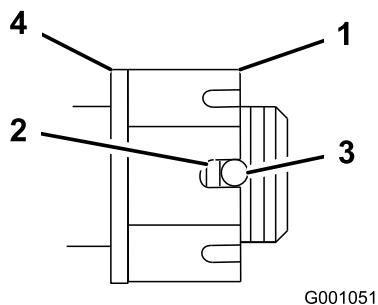

Figure 51
4. Serrez l'écrou crénelé à 170 N·m (Figure 51).
- Mesurez l'espace entre la base de la fente de l'écrou et le bord intérieur du trou. Deux filets ou moins doivent être visibles (Figure 51).
- Serrez l'écrou crénelé à 170 N·m (Figure 51).
- Serrez l'écrou jusqu'à ce que la série de fentes suivante soit en face du trou de l'axe (Figure 51).